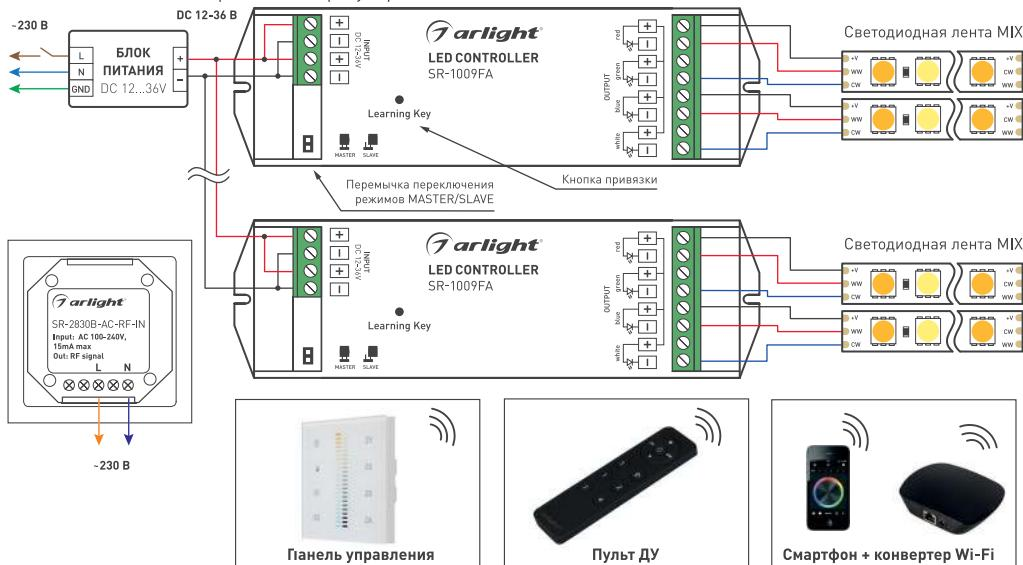

Рисунок 2. Схема подключения на примере контроллера SR-1009FA.
- 3.6. Подключите контроллеры и светодиодную ленту (подробнее см. инструкции к используемому оборудованию). Пример подключения контроллеров приведен на Рис.2.